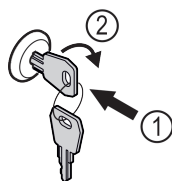

Fig. 90 Vejledende illustration
- Sæt nøglen i Fig. 90 (1).
- Drej nøglen 90° med uret Fig. 90 (2).